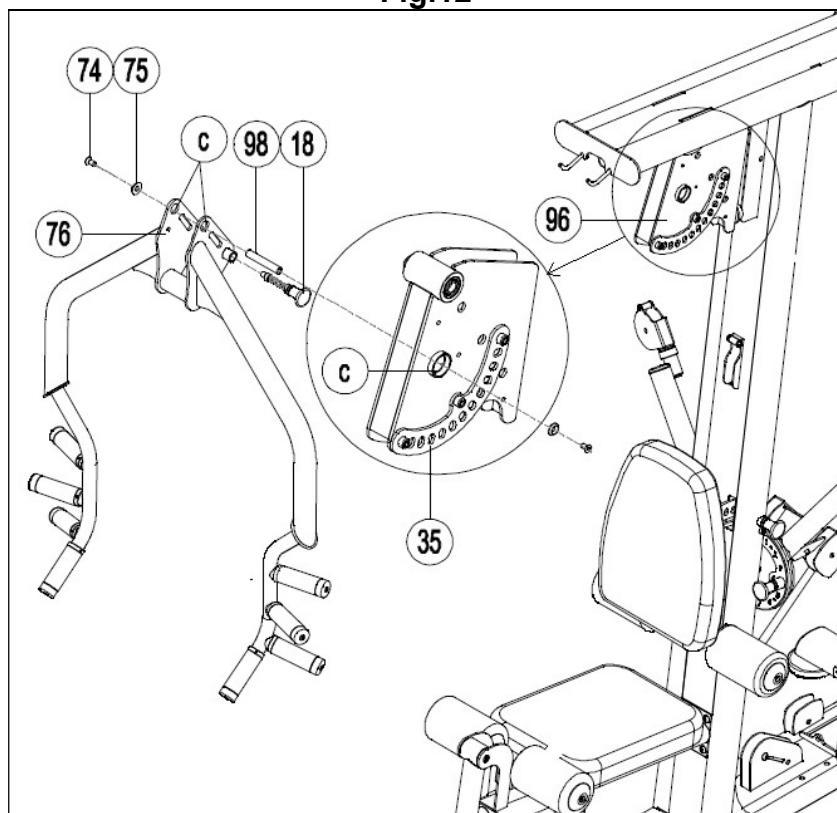

Fig.13
13.- Primero atornille la polea (a) a la estructura superior (20) con el tornillo (109), la arandela (11) y la tuerca (10), Fig.13, F.
Pase el cable (39) por la primera polea dejando el terminal del cable a la derecha, Fig.13. Hay que pasar el cable (39) por cada polea cada vez que se monta una polea nueva.
Para montar las poleas (b), (c), coloque los soportes (25) en cada lado de la polea y coloque el tornillo (109), la arandela (11) y la tuerca (10), Fig.13, G.
Coloque la polea (d) en la columna (12) y atornílle con el tornillo (119), la arandela (11) y la tuerca (10), Fig.13.
Para montar las poleas (e), (f), (g) coloque los casquillos (99) en cada lado del soporte selector (96), después coloque la polea y atornílle con el tornillo (108), la arandela (11) y la tuerca (10), Fig.13, H.
Coloque la polea (h) en la estructura superior (20) usando el tornillo (102), la arandela (11) y la tuerca (10), Fig.13, I.